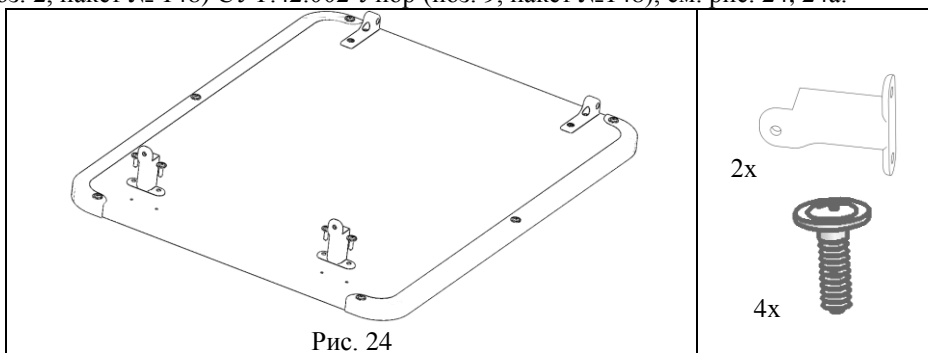

Рис. 24
5.5.4. К сборке по п. 5.5.3. прикрутить с помощью саморезов с прессшайбой (поз. 2, пакет № 148) СУТ.42.002 Упор (поз. 9, пакет №148), см. рис. 24, 24а.